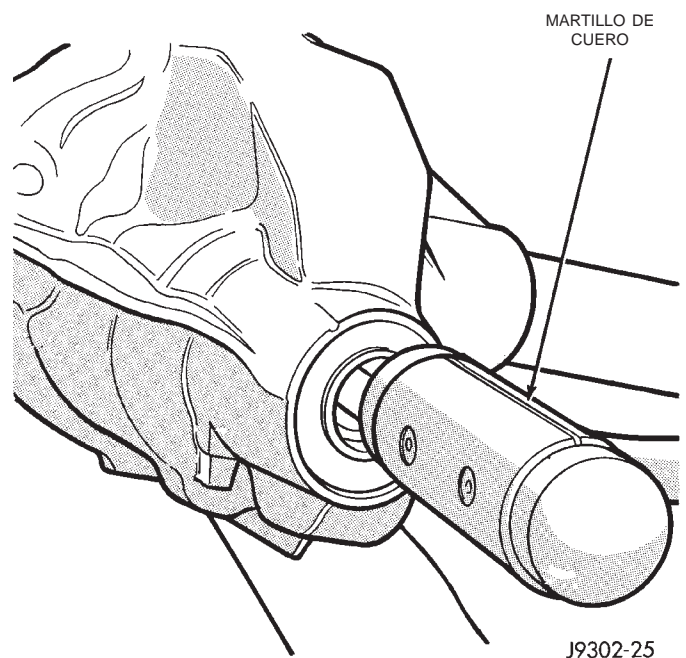

Fig. 46 Desmontaje del piñón satélite
(6) Retire el piñón satélite del cárter (Fig. 46). Recoja el piñón con la mano para evitar que se caiga y se dañe.